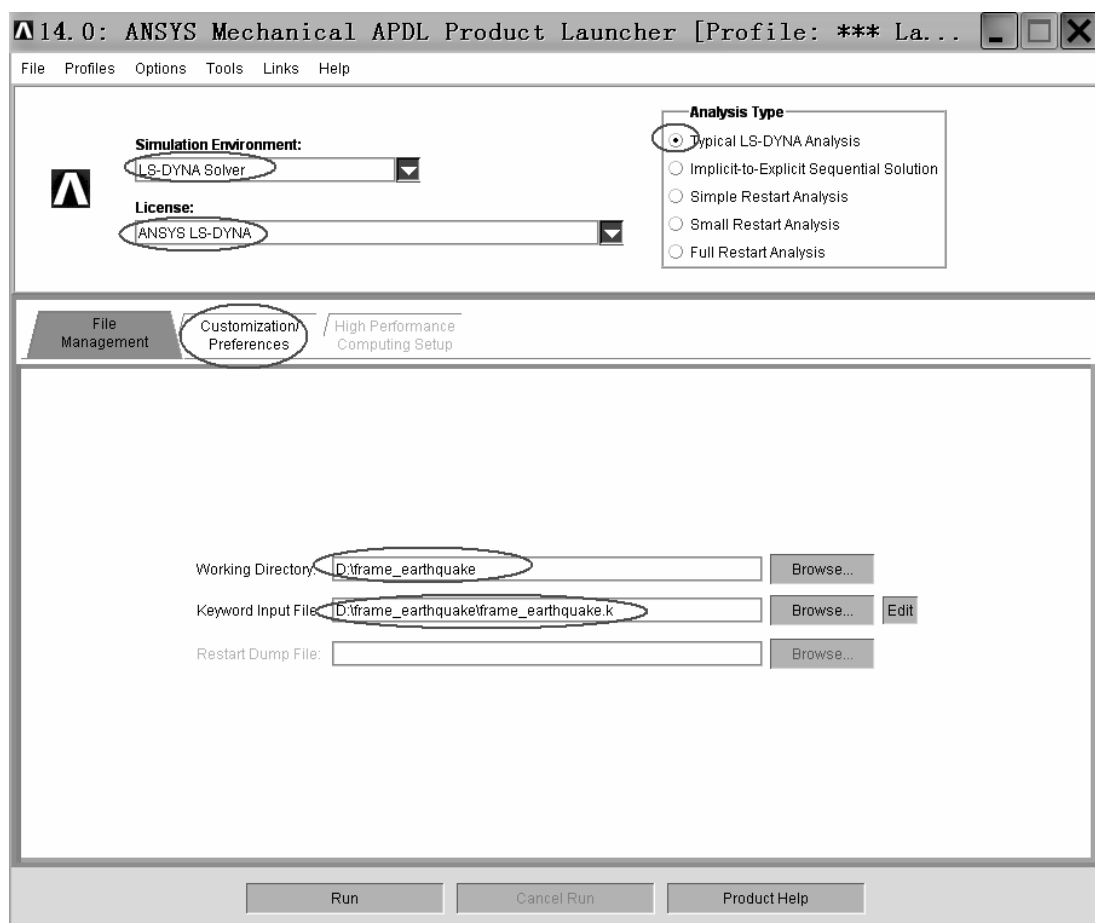
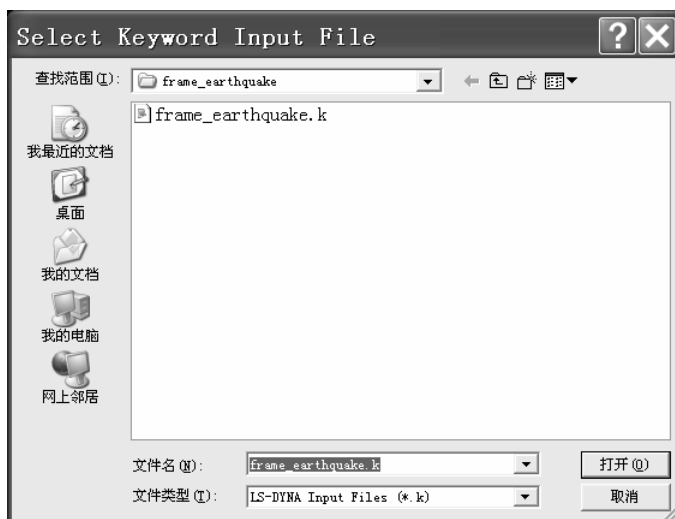
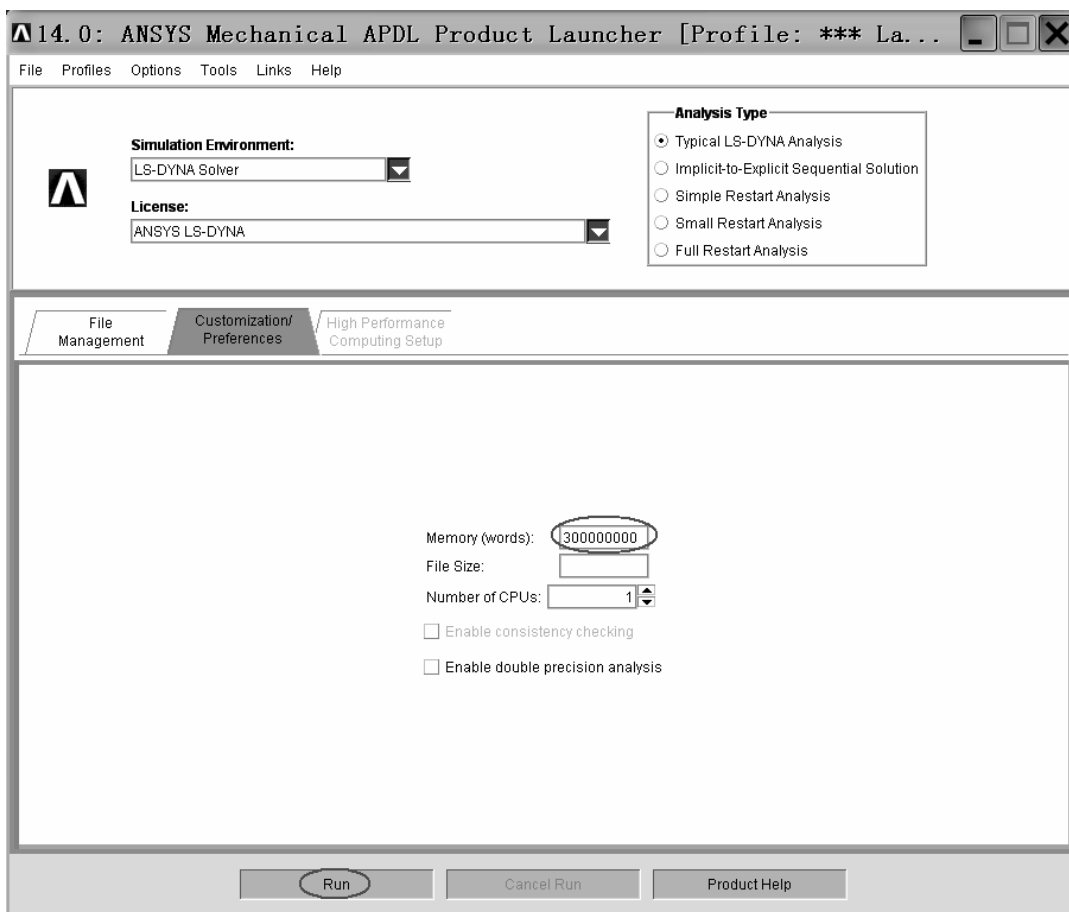

图 10-46 “14.0 Mechanical APDL ANSYS Product Launcher [Profile: \*\*\* La...” 窗口
图 10-47 “Select Keyword Input File” 窗口
图 10-48 “14.0 Mechanical APDL ANSYS Product Launcher [Profile: \*\*\* La...” 窗口
(1) 打开“14.0 Mechanical APDL ANSYS Product Launcher [Profile: \*\*\* La...”窗口（见图 10-46）。其实该窗口前面已经打开，只需单击桌面下方任务栏中该窗口的最小化图标使该窗口显示出来即可。如果前面已将该窗口关闭，可以用“开始”菜单中的“ANSYS 14.0”文件夹下的“Mechanical APDL Product Launcher 14.0”图标打开（单击此图标）。
(2) 单击“14.0 Mechanical APDL ANSYS Product Launcher [Profile: \*\*\* La...”窗口中“Simulation Environment:”方框后的倒立三角形图标，选中“LS-DYNA Solver”。
(3) 单击“14.0 Mechanical APDL ANSYS Product Launcher [Profile: \*\*\* La...”窗口中“License:”方框后的倒立三角形图标，选中“ANSYS LS-DYNA”。
(4) 选中“14.0 Mechanical APDL ANSYS Product Launcher [Profile: \*\*\* La...”窗口中“Analysis Type”下的“Typical LS-DYNA Analysis”按钮。
(5) 在“14.0 Mechanical APDL ANSYS Product Launcher [Profile: \*\*\* La...”窗口中的“Working Directory:”方框内输入“d:\frame\_earthquake”。
(6) 单击“14.0 Mechanical APDL ANSYS Product Launcher [Profile: \*\*\* La...”窗口中“Keyword Input File”方框后的“Browse...”按钮，弹出“Select Keyword Input File”窗口（见图 10-47）。
(7) 在“Select Keyword Input File”窗口中找到“d:\frame\_earthquake”目录下的“frame\_earthquake.k”文件，用鼠标单击该文件后，单击“打开”按钮。
(8) 单击“14.0 Mechanical APDL ANSYS Product Launcher [Profile: \*\*\* La...”窗口中的“Customization/Preferences”。如图 10-48 所示，在“Memory(words):”后填入“300 000 000”，然后单击“OK”按钮。注意：因为本例题的计算模型特别大，需要分配较大的计算内存。